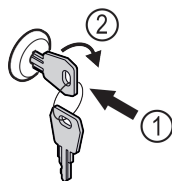

Fig. 75 Przykładowa prezentacja
- ▶ Włożyć kluczyk Fig. 75 (1).
- ▶ Przekręcić kluczyk o 90° w prawo Fig. 75 (2).